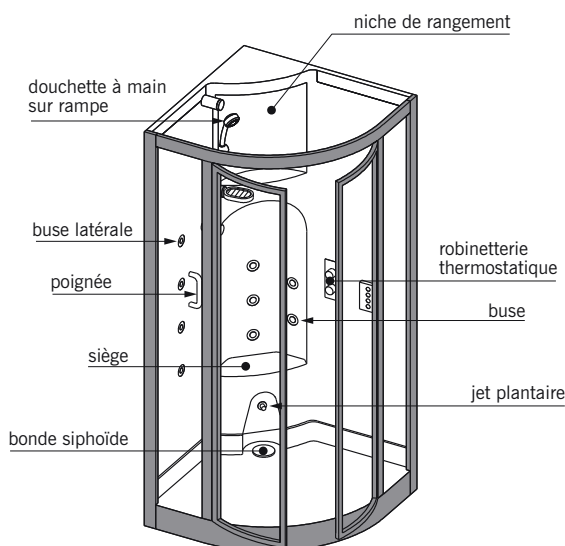

fig. 14.22
■ La **cabine d'hydromassage** : cabine de douche monobloc comprenant le receveur de douche, les parois, un siège, un repose-pieds, la robinetterie et le dispositif d'hydromassage (fig. 14.22). La **cabine multijets** est équipée de plusieurs douchettes latérales orientables qui fonctionnent simultanément. La **cabine à jets séquentiels** est munie de douchettes qui fonctionnent les unes après les autres. Un boîtier de commande permet une multitude de réglages (massage alternatif, localisé pression de l'eau, température...). D'autres cabines disposent d'équipements complémentaires tels que les jets plantaires, le bain de vapeur (hammam), la « douche cascade » pour la nuque.